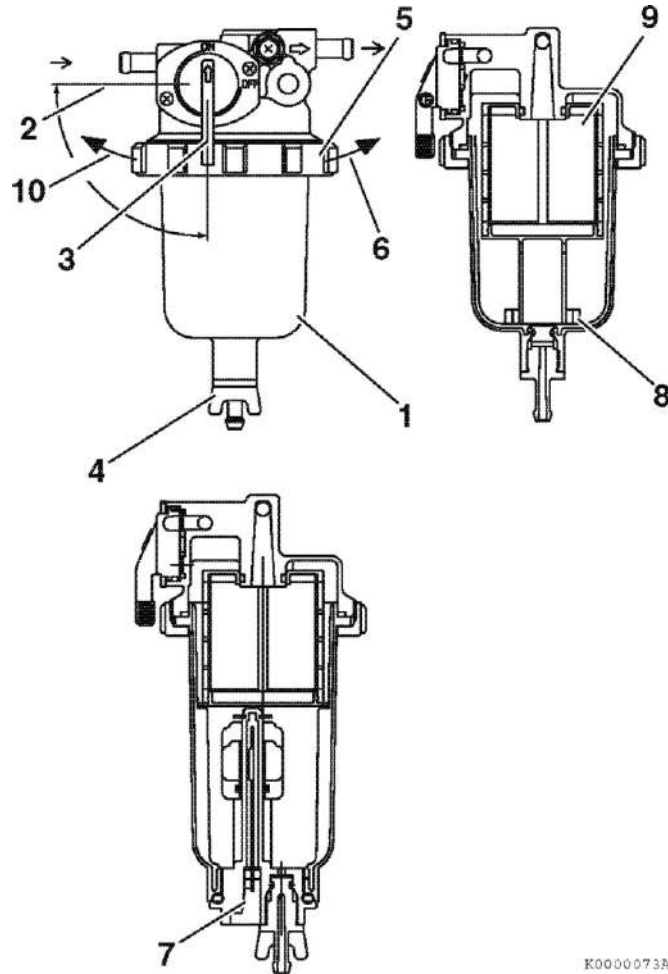

Рисунок 51
1. Поместите соответствующую емкость под чашку (рисунок 51 (1)) топливного фильтра / водного сепаратора, чтобы в нее слились загрязняющие примеси.
2. Закройте (Рисунок 51 (1)) топливный кран (Рисунок 51(3)).
3. Ослабьте сливной кран (Рисунок 51 (4)) и слить осадочные загрязнения. См. *раздел Слив топливного фильтра / водного сепаратора*.
4. Поверните стопорное кольцо (рисунок 51, (5)) налево (рисунок 51, (10)) и снимите чашку (рисунок 51, (1)). Прежде, чем удалить чашку, отсоедините провод датчика (рисунок 51, (7)) от чашки (если чашка им оборудована).
6. Удалите плавающее кольцо (рисунок 51, (8)) из чашки. Слейте осадочные загрязнения в контейнер и утилизируйте отходы в соответствии с действующим законодательством и нормативными актами.
7. Очистите фильтрующий фильтр (рисунок 51, (9)) и внутреннюю поверхность чашки. Если элемент имеет повреждения, замените его новым.
13. Откройте топливный кран (рисунок 51 (3)).